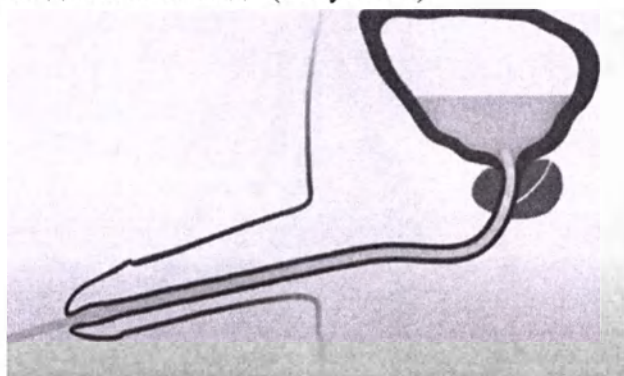

Рисунок 9 – Фотографическое пояснение к подпункту 7.9.6
7.9.6. Опустите половой член вниз, продолжая без усилия вводить катетер лубрицированный. Перед приближением катетера лубрицированного к мочевому пузырю может возникнуть ощущение препятствия. Данное препятствие – наружный сфинктер мочевого пузыря. Сфинктер подконтролен сознанию, вы сами можете его расслабить. Более легко провести катетер лубрицированный поможет глубокий вдох. Когда ощутите, что преодолели сфинктер, продвигайте катетер лубрицированный дальше, пока из него не потечет моча. Если моча потекла по катетеру лубрицированному, это означает, что он достиг мочевого пузыря и дальше его двигать не надо (Рисунок 9).